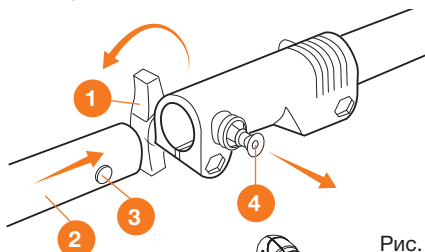

Рис. 2
- Добавьте небольшое количество консистентной смазки на вал нижней штанги ②.
- Ослабьте крепление винта ①, потяните по стрелке стопорный стержень ④ и вставьте нижнюю штангу ② до щелчка фиксации стержня ④ в отверстие ③.
- Затяните крепление винтом ① (Рис. 2).